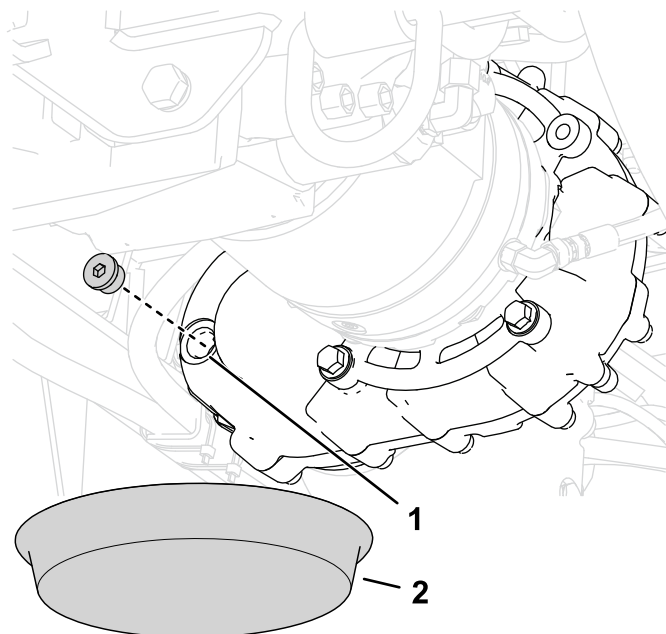

Figure 113
- Placez un bac de vidange sous le boîtier d'engrenages (Figure 113).
- Enlevez le bouchon de l'orifice de contrôle (Figure 113).
2. Enlevez le bouchon de l'orifice de contrôle (Figure 113).